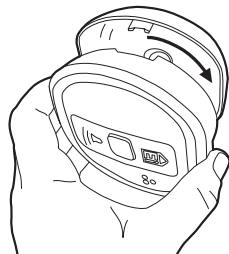

Abb.4
7. Warmmelder vorsichtig auf dem Sockel ausrichten, leicht andrücken und drehen (siehe Abbildung 4). Hierdurch werden die Batterien aktiviert. Die rote, gelbe und grüne LED blinken unmittelbar der Reihe nach auf, um zu signalisieren, dass sie funktionieren. Bei Modellen mit LCD-Anzeige leuchten die Symbole kurz auf dem Display auf.